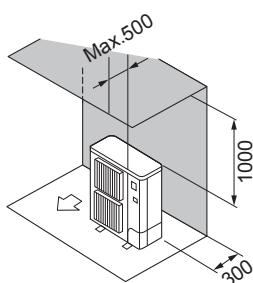

Fig. 2-4
② Hindernisse nur auf der Rück- und Oberseite (Fig. 2-4)